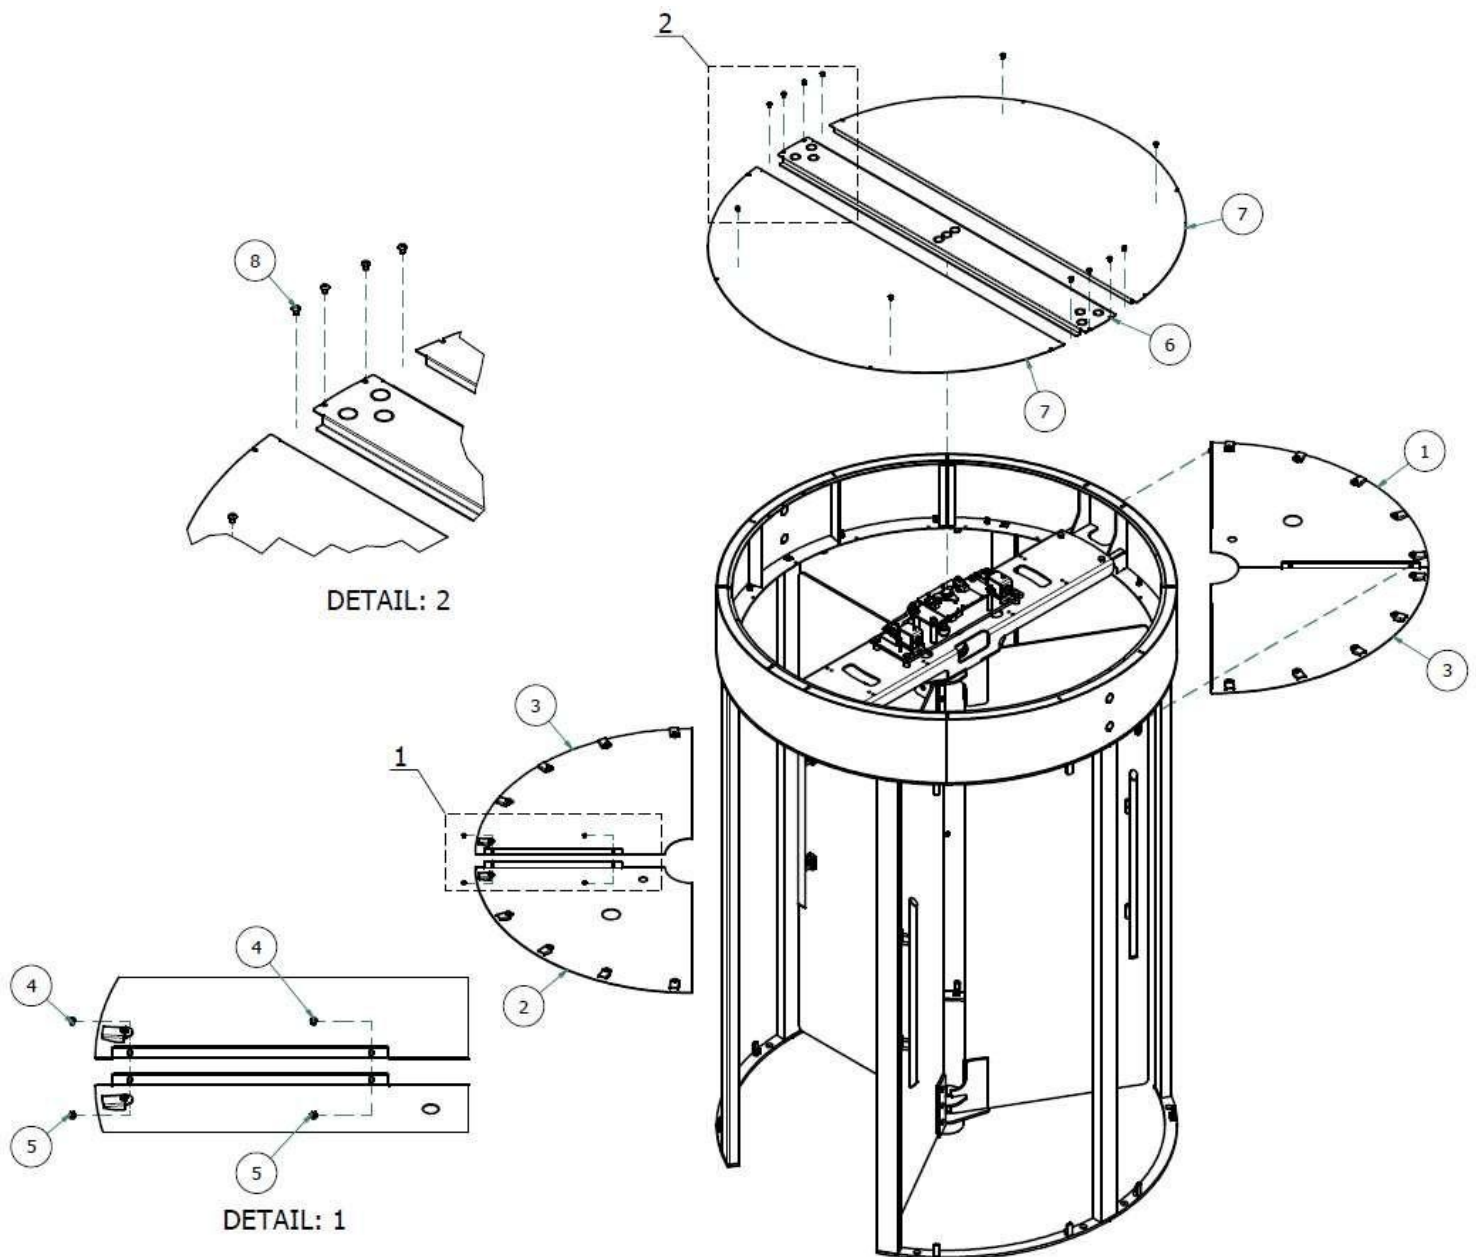

Abbildung 19: SCHRITT 8 - Montage von Decke und Dach
- 5.27. Die Montage der Deckenplatten erfolgt durch Verschieben des Mittelteils mit dem halbrunden Schnitt zwischen der Bodenplatte des Antriebskanals und der Flanschhalterung. Dann mit den Verriegelungsglaschen in der hinteren Kurve arretieren. Siehe *Abbildung 19*.
- 5.30. Die Montage des Daches erfolgt durch Aufsetzen und Verschrauben des Zylinders. Dann die beiden oberen Abdeckungen an der Seite. Schrauben Sie diese wie abgebildet fest. Siehe *Abbildung 19*.